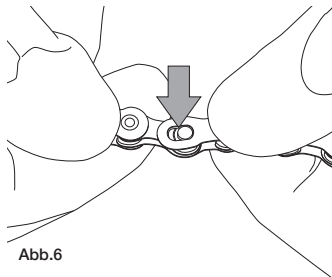

Abb.6
- Setzen Sie die Stifte in den Bereich mit dem größten Durchmesser der Ösen des C-Link™ ein (Abb. 6).